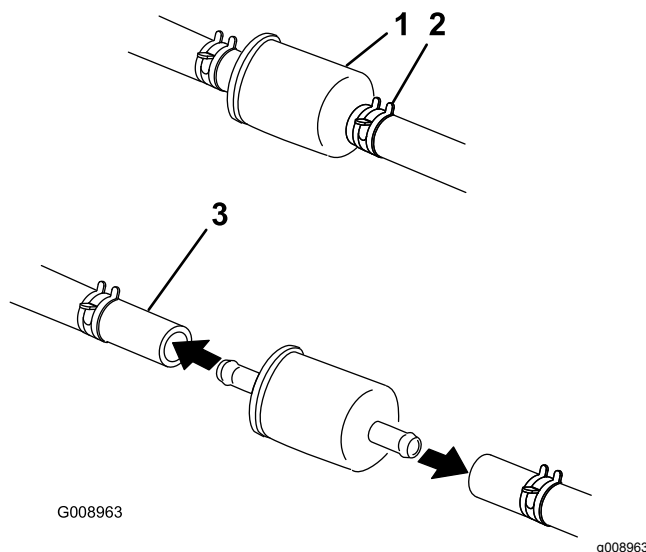

Figura 54
5. Apriete los extremos de las abrazaderas y deslícelas por el tubo alejándolas del filtro (Figura 54).
7. Instale un filtro nuevo y acerque las abrazaderas al filtro (Figura 54).